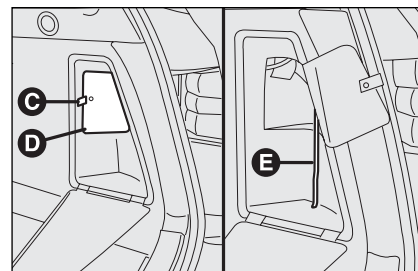

fig. 131
- ☐ segure a lingueta **C-fig. 131** de modo a abrir a segunda portinhola **D**;